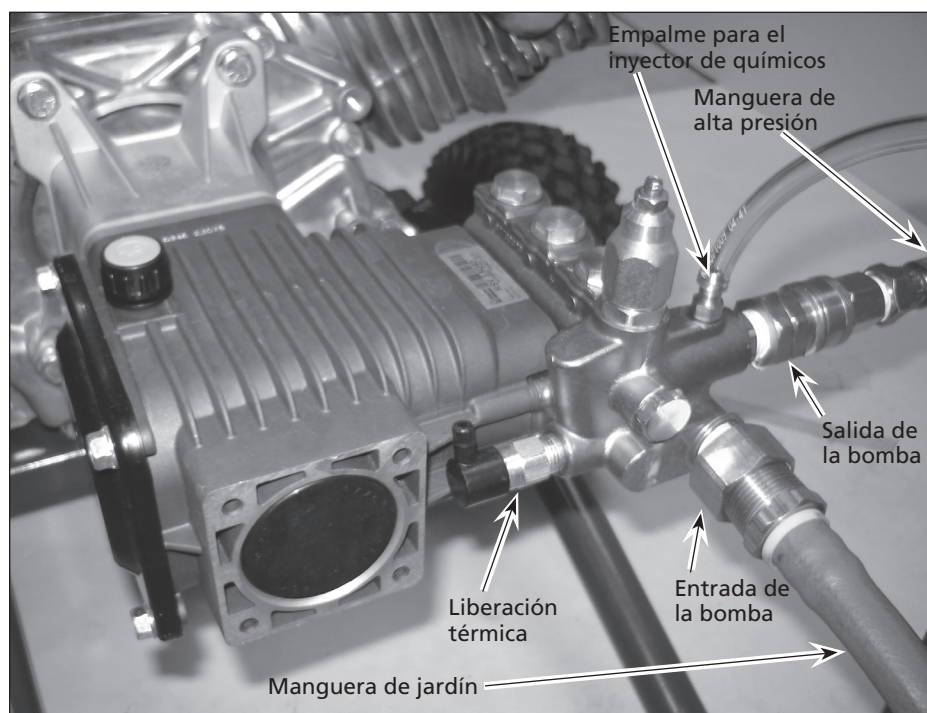

Figura 2 – Conecte la lanza a la pistola
3. Asegure la manguera de jardín (no se incluye) a la conexión de entrada de la bomba (Ver Figura 2).
4. Conecte la manguera de alta presión a la salida de la bomba (Ver Figura 2).